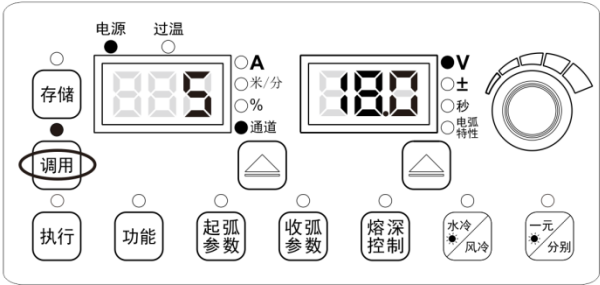

图 3-17 调用设置界面
2. 用面板旋钮选择调用的**通道**号（0~49），按**执行**键确认，如图 3-17 所示。
2. 用面板旋钮选择需修改参数的通道号（0~49），如图 3-17 所示；